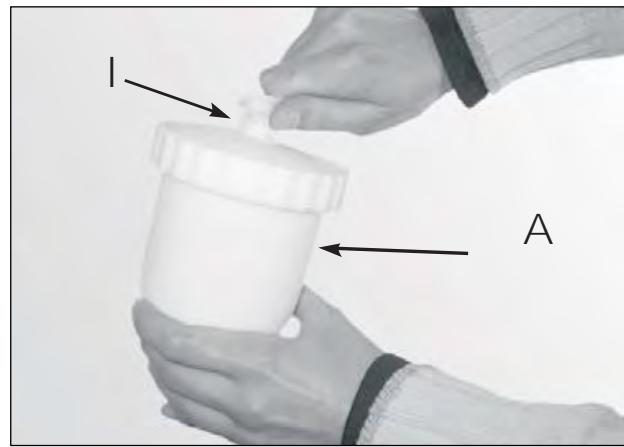

Рис. 8.
10. Перед началом окраски не забудьте снять с аэрационного отверстия **I** стакана **A** заглушку (рис. 8).
- До начала работы с краскораспылителем рекомендуется проверить его работу на какой-нибудь поверхности. Убедитесь, что в пистолет заправлена краска нужного цвета и что факел распыления отрегулирован правильно. Краскораспылитель имеет емкость для краски, регулятор количества краски (1), регулятор воздушного потока (2) и регулятор формы распыления (3).